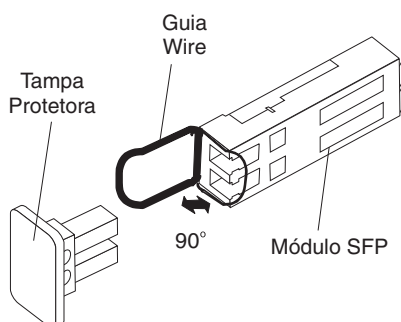

Figura 3-11. Destravando a Trava do Módulo SFP - Variedade Metálica
- Para módulos SFP que contêm guias metálicas, destrave a trava do módulo SFP puxando a trava metálica 90° para fora, conforme mostrado na Figura 3-11.